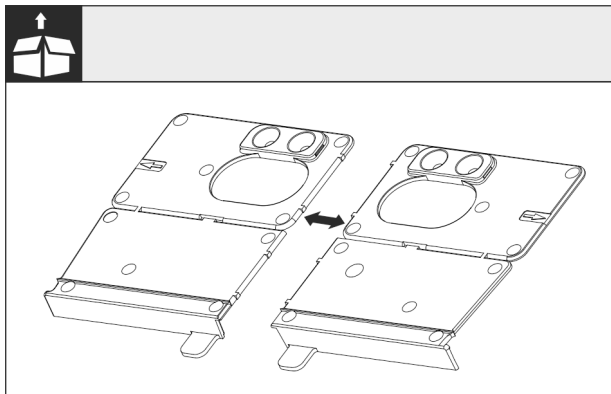

Fig. 27
- Separare l'angolare di montaggio della base Fig. 27 ( ) lungo la perforazione.